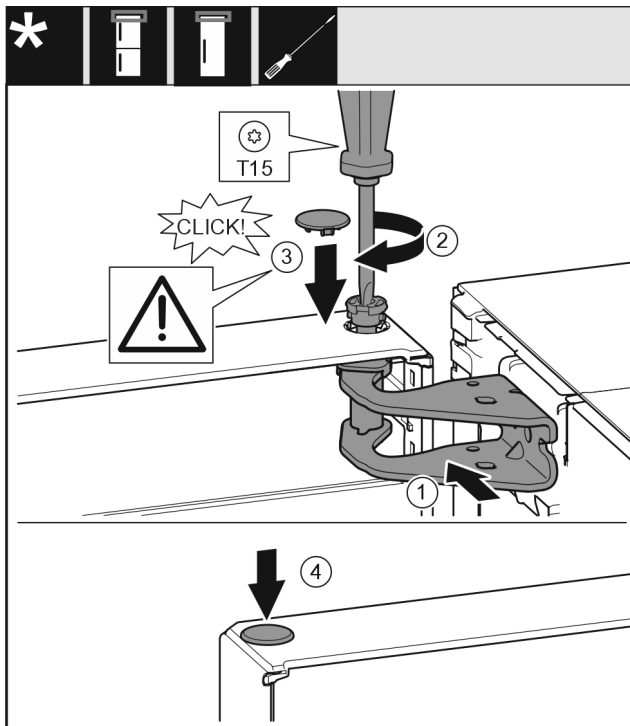

Fig. 21
- ▶ Igazítsa be az ajtót felül a csapágybak nyílásához. Fig. 21 (1)
- ▶ Helyezze be a csapot, és húzza meg a T15 csavarhúzóval. Fig. 21 (2)
- ▶ Szerelje fel az ajtót biztosító biztonsági fedelet: Helyezze be a biztonsági fedelet, és ellenőrizze, hogy felfekszik-e az ajtóra. Egyébként teljesen helyezze be a csapszeget. Fig. 21 (3)
- ▶ Helyezze be a dugót. Fig. 21 (4)